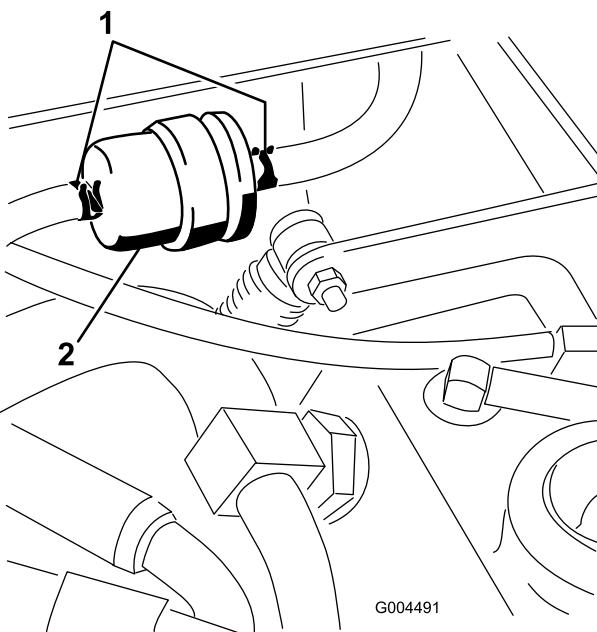

図 46
燃料タンクと燃料ポンプの間に燃料プレフィルタ（図 46）があります。このフィルタは 400 運転時間または 1 年間のうち早く到達した時期に交換します。
1. フィルタを外した時に燃料がもれないように、フィルタ前後のホースにクランプを掛ける（図 46）。